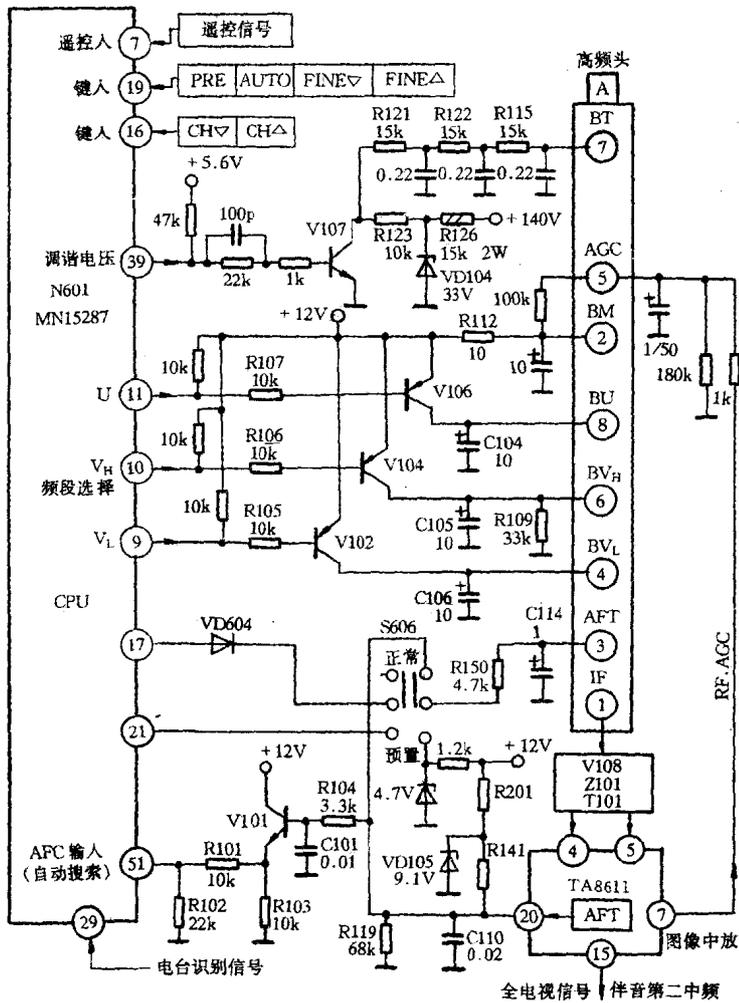
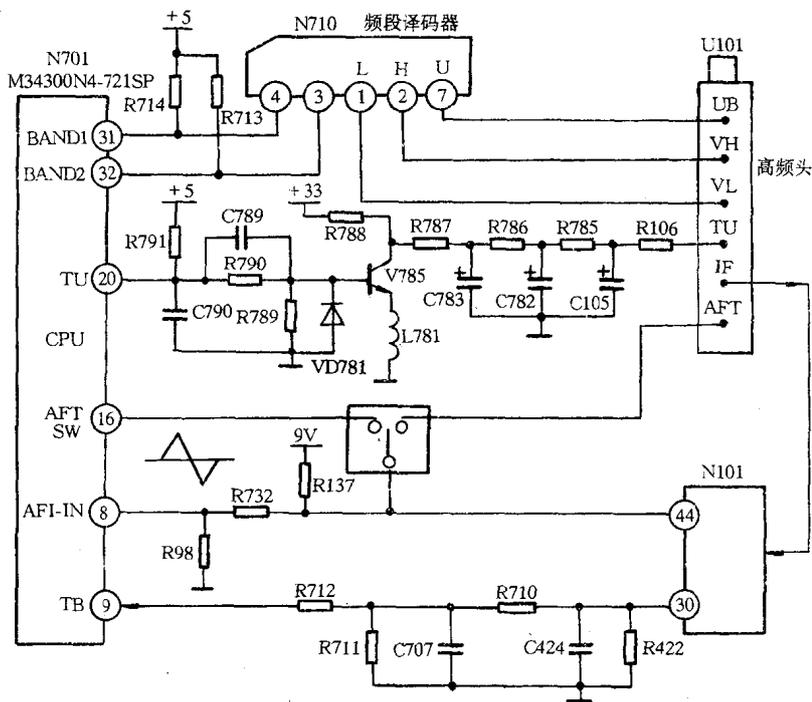

图 1-11 康佳 2510 彩色电视机 CPU 外围电路(高频头频段选择电路)
图 1-12 高频头频段切换电路
高频头频段选择(切换)电路主要有两种:一种是频段选择电路,如图 1-11 所示;另一种是频段切换控制电路,如图 1-12 所示。
选择电路的主要特征是 CPU 设置了频段选择端,如图 1-11 所示电路中 CPU 的⑨、⑩、⑪脚。⑨、⑩、⑪脚输出的频段选择信号(低电平有效),经 V102、V104、V106 电平转换后,为高频
频段切换电路主要特征是 CPU 仅设置了两个频段切换控制端③④脚。由③④脚输出的频段切换信号,经频段译码器进行译码后,才能为高频头 BL、BH、BU 端子提供 12V 切换电压。如图 1-12 所示电路中,CPU 的③④脚电平与高频头频段 VL、VH、UB 之间的关系如表 1-1 所示。
参见图 1-12 所示电路。在选台时,CPU⑳脚输出的 PWM 脉冲信号经 V785 倒相放大,再经 R787、C783、R786、C782、R785、C105 低通滤波后,在高频头 TU 端子上产生 0~30V 的调谐电压。